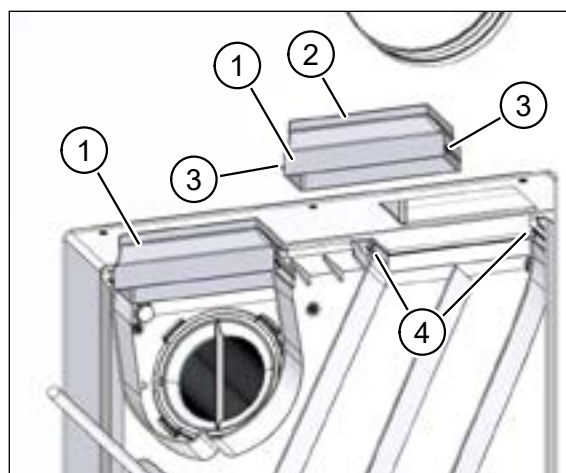
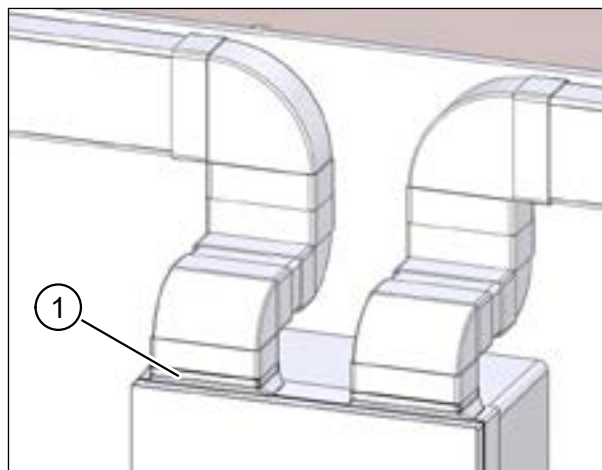

Рис. 46: вставить каналный адаптер
Рис. 53: соединить плоские каналы с вентиляционной установкой
- ▶ Достаньте оба адаптера из набора переходников U2 (поз. 1 на рис. 46).
- ▶ Убедитесь в том, чтобы уплотнители (поз. 2 на рис. 46) в верхней части адаптера были правильно расположены.
- ▶ Вставьте оба адаптера так, чтобы выступы (поз. 3 на рис. 46) совпали с пазами (поз. 4 на рис. 46).
- ▶ Вставьте адаптеры (поз. 1 на рис. 53) в вентустановку (см. описание и рис. 46 в разделе 11.6.4 на стр. 39).